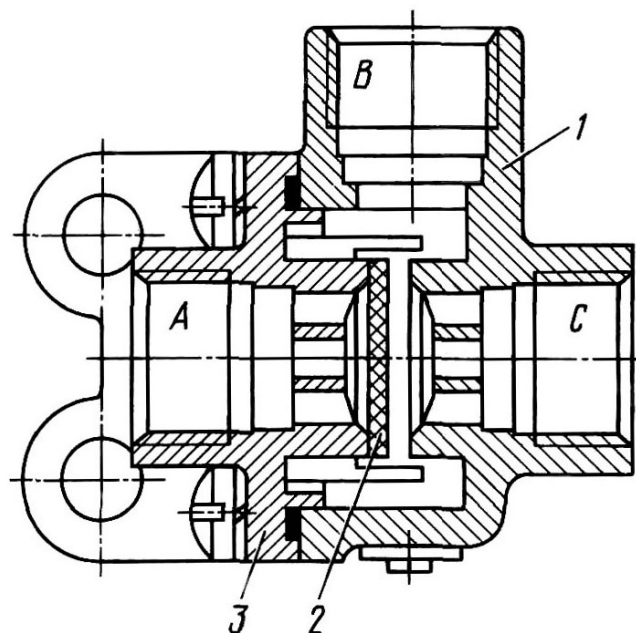

Рис.65. Двухмагистральный перепускной клапан:
**Клапан перепускной двухмагистральный** (рис.65) Один клапан 23 (рис.61) предназначен для обеспечения подачи сжатого воздуха к ускорительному клапану от двух независимых магистралей секций двухсекционного тормозного крана одновременно или от каждой в отдельности.